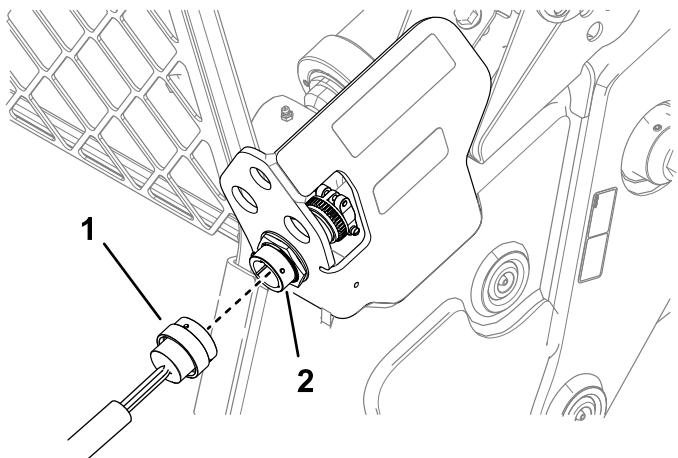

Figura 7
13. Conecte el arnés de cables de 14 pinos (arnés de cables corto) al arnés de cables auxiliar (de venta por separado) en el soporte del acoplamiento (Figura 7).